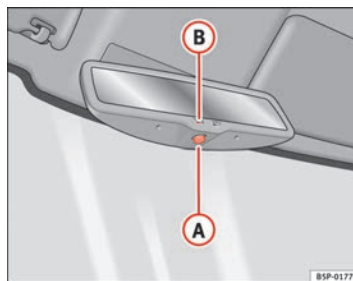

Abb. 65 Automatisch abblendbarer Innenspiegel
- Drücken Sie die Taste **A** ⇒ Abb. 65. Die Kontrollleuchte **B** erlischt.
- Drücken Sie die Taste **A** ⇒ Abb. 65. Die Kontrollleuchte leuchtet auf.